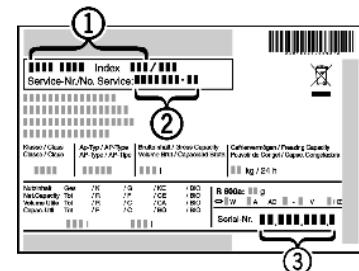

Fig. 10
- Наименование устройства, Fig. 10 (1), сервисный № Fig. 10 (2) и серийный № Fig. 10 (3) считайте с заводской таблички. Заводская табличка находится внутри устройства слева.
- Обратитесь в сервисную службу и сообщите вид неисправности, наименование устройства, Fig. 10 (1), сервисный № Fig. 10 (2) и серийный № Fig. 10 (3).